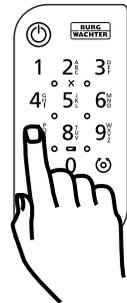

Fig. 2
- 2 Saisissez votre code administrateur ou code d'utilisateur et contrôlez si le cylindre est activé (Fig. 2).